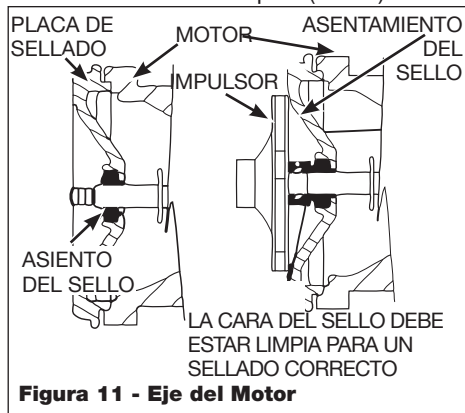

Figura 11 - Eje del Motor
4. Coloque el impulsor en el eje y ajústelo bien (Figura 11).